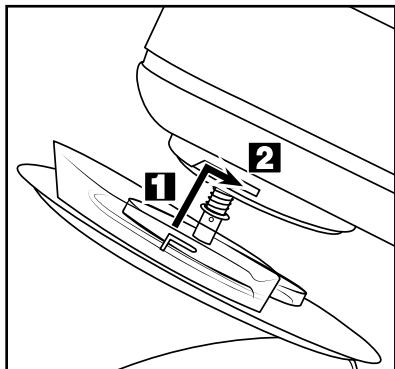

Bild 1: Montera locket 9
- Skjut locket 9 underifrån på den fällbara armen 1 så att lockets 9 låsningar fastnar i skenorna på armen 1 (bild 1 / 1). Pilen på locket 9 måste peka mot symbolen 1 på fällbara armen 1:
- Lås locket 9 genom att vrida det i pilens riktning 2 så att locket 9 låser fast (bild 1 / 2).